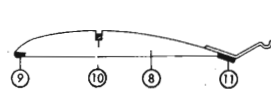

Fig. 550. Timone di profondità in sezione. Il braccio di filo d'acciaio per il freno termico viene fissato con spago e adesivo.
Timone di profondità. Costruiamo dapprima un modello in legno compensato (8); tagliamo poi dal balsa 7 nervature, i bordi estremi (12) e il longherone alla lunghezza voluta. Costruiamo ora una pianta del timone secondo il disegno d'insieme del modello. Dopo aver rafforzato i bordi d'attacco (9) e il bordo anteriore della striscia finale (11) con legno di scarto dello spessore di 2 mm, fissiamoli al modello, cui vengono anche incollate le nervature e il longherone principale (10). Dopo averli limati, incolliamo i bordi d'attacco delle estremità delle ali parallelamente al bordo posteriore delle ultime nervature. Alla nervatura centrale fissiamo poi con refe e collante cellulosico un gancio d'acciaio per il freno termico (fig. 550).